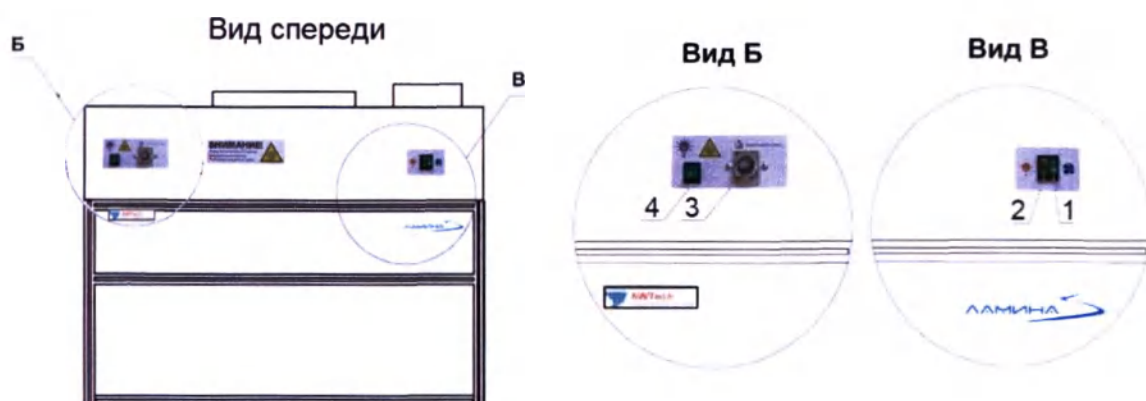

Рисунок 4 – фильтромодуль (передняя панель)
На передней панели (см. рис. 4) фильтромодуля имеются:
-установить на таймере работы УФ-облучателя требуемое время обработки (рекомендуемое время не менее 15 мин). Время работы лампы устанавливается поворотом ручки таймера УФ-лампы поз 3, рис. 4, вид Б;
- включить УФ-облучатель выключателем УФ-лампы – поз. 4 рис. 4;
- установить на таймере работы УФ-облучателя требуемое время обработки (рекомендуемое время не менее 15 мин). Время работы лампы устанавливается поворотом ручки таймера УФ-лампы поз 3, рис. 4, вид Б;